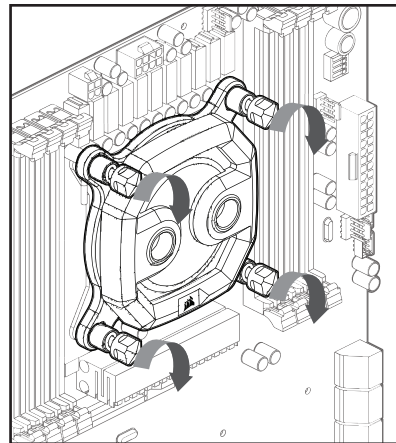

Figure 2
- Secure the XC7 RGB onto the motherboard by tightening the screws by hand until you reach the end of the thread. Tighten the screws evenly, preferably in a cross-pattern (figure 2).
- Fixez le XC7 RGB sur la carte-mère en serrant les vis à la main jusqu'à ce que vous atteigniez la fin du filetage. Serrez les vis uniformément, de préférence de façon croisée (figure 2).
- Befestigen Sie den XC7 RGB auf das Mainboard, indem Sie die Schrauben von Hand anziehen, bis Sie das Ende des Gewindes erreichen. Ziehen Sie die Schrauben gleichmäßig, vorzugsweise kreuzförmig, an (Abbildung 2).
- Закрепите блок XC7 RGB на материнской плате, закрутив гайки вручную, пока не доберетесь до конца нити. Равномерно закрутите гайки, желателно в поперечном направлении (Рис. 2).